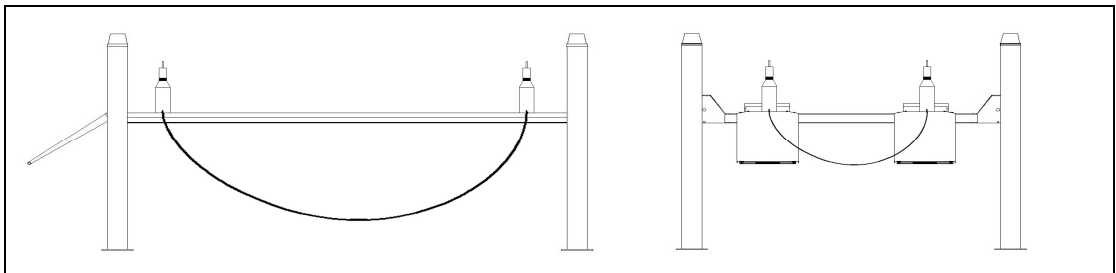

Рис. 4. Схема проверки плоскостности платформы подъемника
4.2.8 С помощью вертикального отвеса выровняйте лицевые поверхности и границы между стойками. Затем затяните гайки анкеров с помощью динамометрического ключа с крутящим моментом 150 Н·м. Допускаемое отклонение от вертикали верха внутренней поверхности стойки относительно низа – 25 мм в направлении, противоположном поднимаемому грузу, в боковых направлениях – не более 4 мм. С помощью мерительного инструмента проверьте параллельность направляющих дорожек (см. рис. 4), при необходимости, отрегулируйте положение стоек подкладочными шайбами из комплекта подъемника.